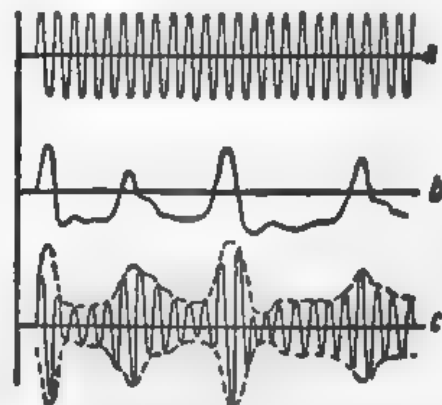

Fig. 38. a. Ongemoduleerde hoogfrequentie stroom. b. Laagfrequentie modulatie van de microfoon. c. De gemoduleerde hoogfrequentie stroom.
W. — Je hebt gelijk. Welnu, dat is gemakkelijk te doen. We zouden bijvoorbeeld de microfoon in den antennekring kunnen plaatsen. Als de weerstand van de microfoon verandert onder de inwerking van de geluidsgolven, zal op zijn beurt de antennestroom in sterkte veranderen. Of anders gezegd: in plaats van een serie ongedempte trillingen met gelijke amplitudo (fig. 38, a) krijgen we een serie trillingen met veranderlijke amplitudo (fig. 38, c). Dat is een *gemoduleerde stroom* van hooge frequentie.